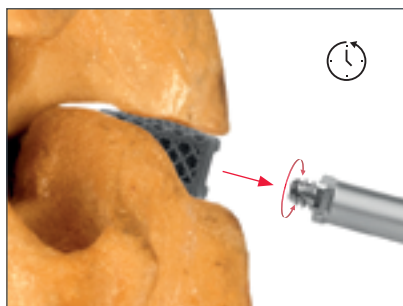

Abb. 14
Befindet sich der "MediCage® 3D-cervical-steril" an der vom Chirurgen festgelegten Stelle und in der richtigen Position im Bandscheibenfach, ist das Einbringinstrument zu entfernen. Hierzu wird das Rohr^② mit dem Gegenhalter in der einen Hand fixiert, während die andere Hand den Silikongriff vorsichtig gegen den Uhrzeigersinn dreht, um den Implantat-Halter^① vom Implantat trennen zu können. (siehe Abb. 14 und 15)